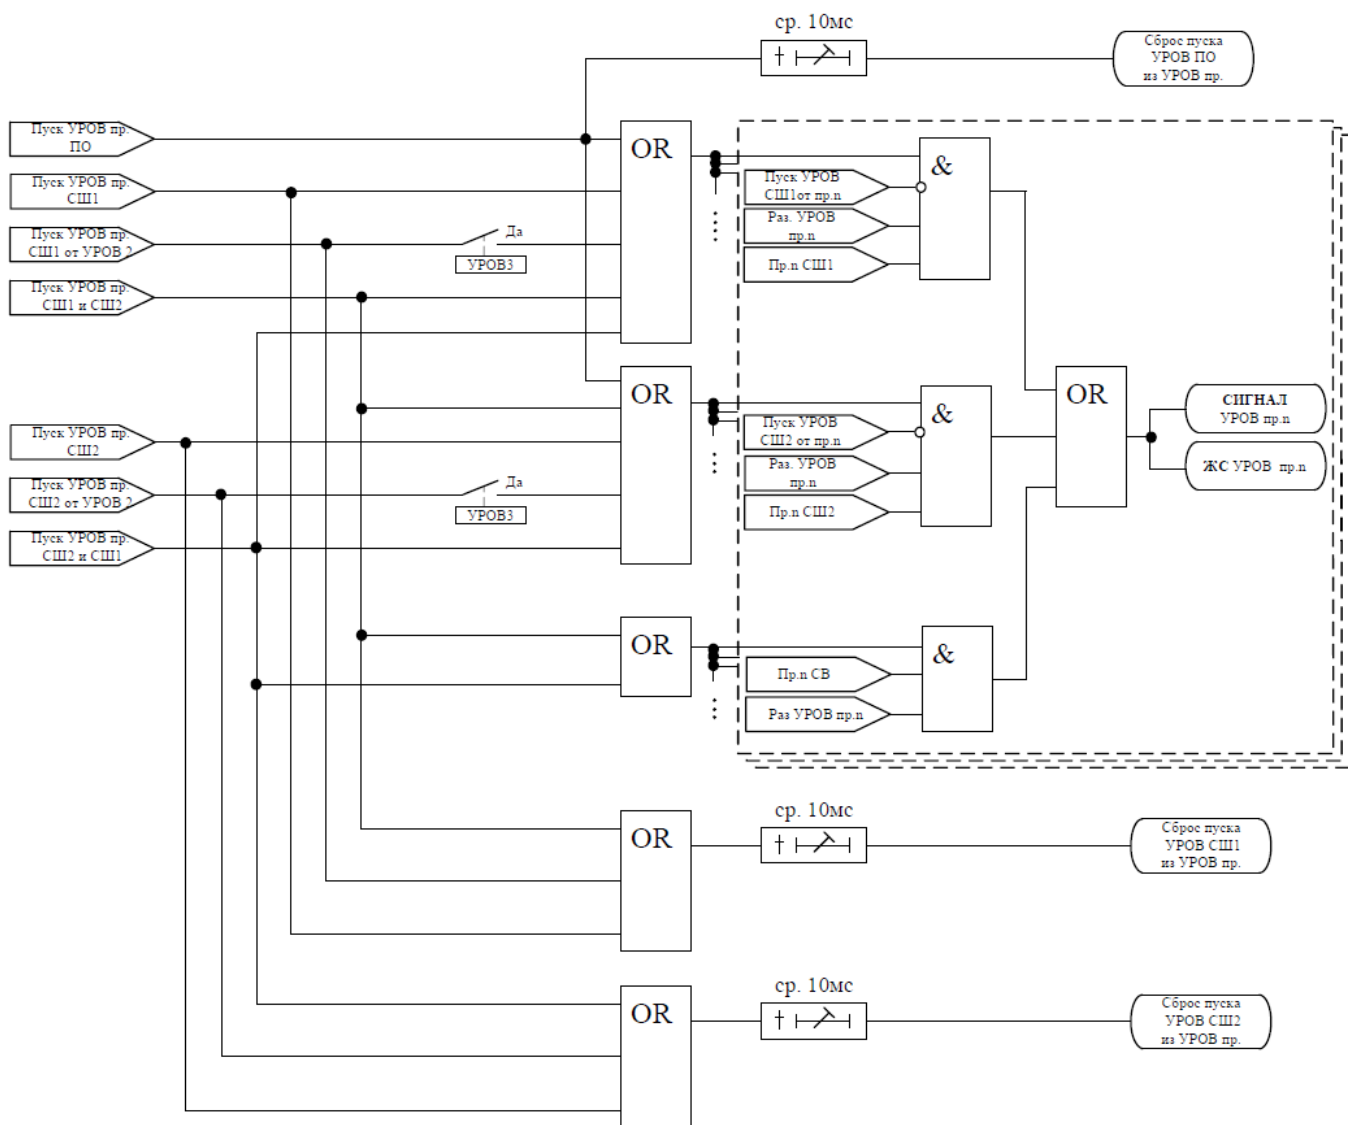

Рисунок 5.28 – Логика формирования УРОВ присоединения
– пуск УРОВ 3 от УРОВ 1. В этом случае осуществляется пуск УРОВ присоединения СШ1 (СШ2), в дальнейшем эта функция будет воздействовать на вышестоящий выключатель для отключения присоединения СШ1 (СШ2) (рисунок 5.28);
При положении уставки «НА СЕБЯ» – «ВЫВЕДЕНО», а уставки «УРОВ 3» – «ВВЕДЕНО», запускается таймер на срабатывание **типов3**, после истечения времени которого сигнал проходит в схему УРОВ присоединений от УРОВ ДЗШ (рисунок 5.28).
- отсутствие сигнала разрешающего УРОВ ПО (рисунок 5.28).